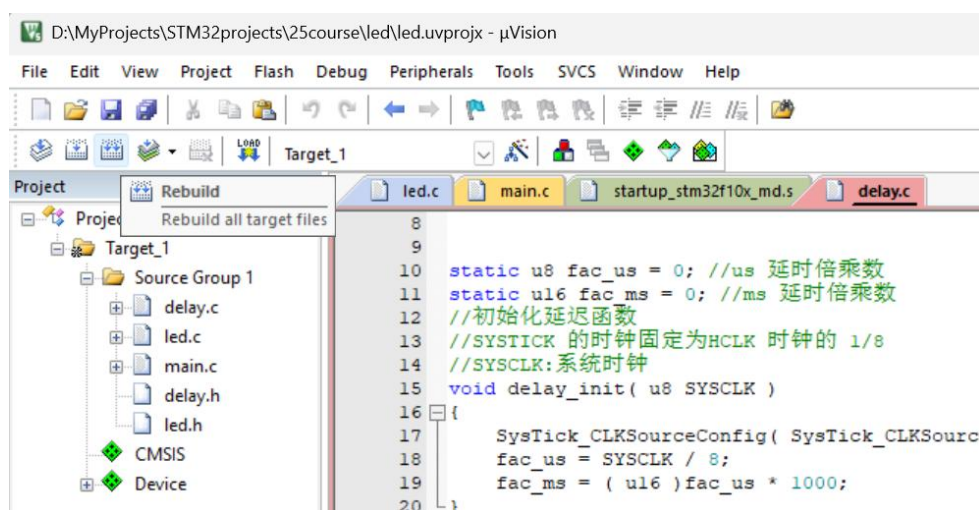

图 1-10 重新编译
- 3) 用 Keil5 开发环境打开实验例程，点击 Rebuild All 重新编译工程，如图 1-10 所示。